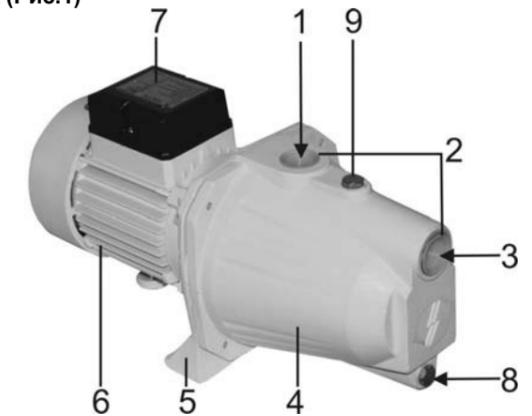

Рис.1
6. УСТРОЙСТВО НАСОСА (Рис.1)
- 7.4. Извлечь заглушки 2 (Рис.1)
- 7.5. В отверстия нагнетательного и всасывающего патрубка 1 и 3 (Рис.1), соответственно, установить штуцера или другие соединительные элементы трубопроводной системы (не комплектуются), обеспечив герметичность соединения.
8.2. Через заливное отверстие (закрытое болтом 9 (Рис.1)) заполнить насос водой. Для этого необходимо открутить болт 9 (Рис.1).
8.3. После заполнения насоса водой, герметично закрутить болт 9 (Рис.1).
8.11. Исключите попадание воды на двигатель 6 и на клеммную коробку 7 (Рис.1).
9.2. В случае заморозков из насоса необходимо слить воду через сливное отверстие, закрытое болтом 8 (Рис.1), открутив его для слива воды.